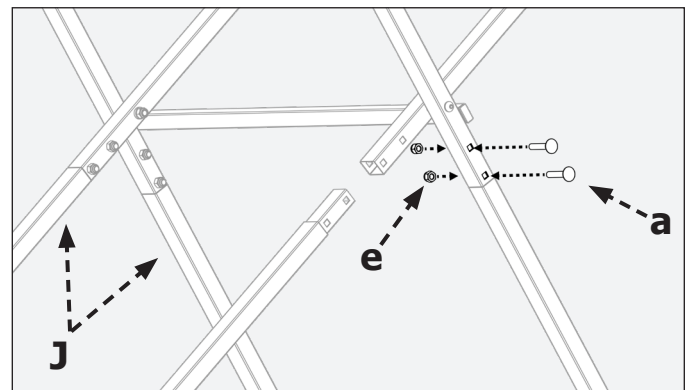

FIGURA 3
Con la base ensamblada abierta, sujete las patas (J) a la base con los (8) pernos de cabeza redonda M8 x 35 mm (a) y (8) tuercas autobloqueantes M8 (e). Apriete las tuercas autobloqueantes para fijar las patas a la base (FIGURA 3.)